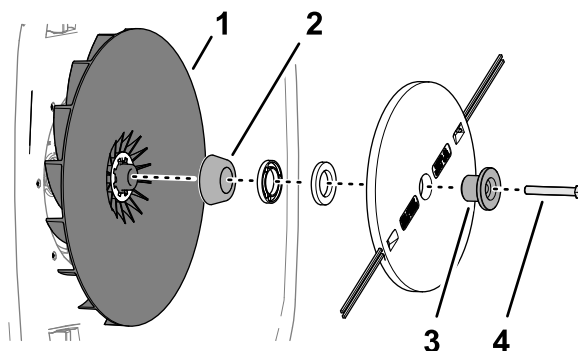

Figura 30
1. Monte o retentor, disco de corte, espaçadores e espaçador cônico na hélice com o parafuso (Figura 30).